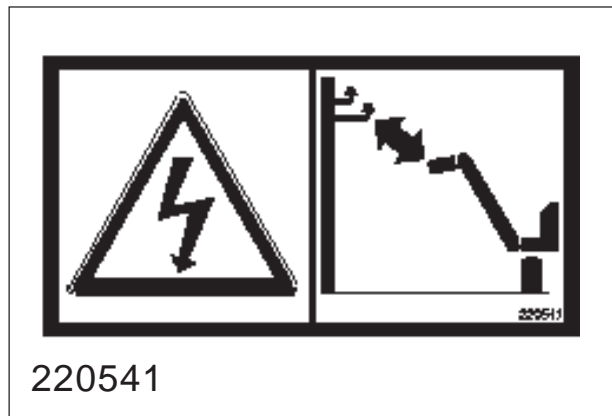

Fig. 17
**Advarselsskilt 220542** (fig. 17). Vær forsiktig når maskinen senkes! Hold føttene unna skjær og hjul. Dersom arbeid må utføres under oppløfta maskin, må det settes en støtte under hoveddramma.